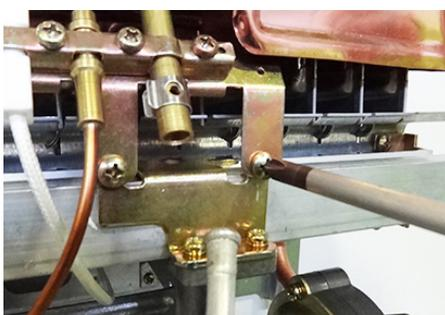

fig. 9
- Svitare le viti che tengono in posizione la fiamma pilota (fig. 9)